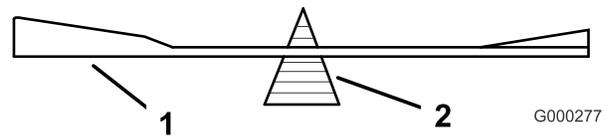

Figura 53
2. Verifique el equilibrio de la cuchilla colocándola sobre un equilibrador de cuchillas (Figura 53). Si la cuchilla se mantiene horizontal, está equilibrada y puede utilizarse. Si la cuchilla no está equilibrada, rebaje algo el metal en
la parte de la vela solamente (Figura 53). Repita este procedimiento hasta que la cuchilla esté equilibrada.
Importante: La vela de la cuchilla debe apuntar hacia arriba y hacia el interior del cortacésped para asegurar un corte correcto (Figura 53).
1. Instale la cuchilla, el refuerzo de la cuchilla, la arandela curva y el perno de la cuchilla en el eje (Figura 53).